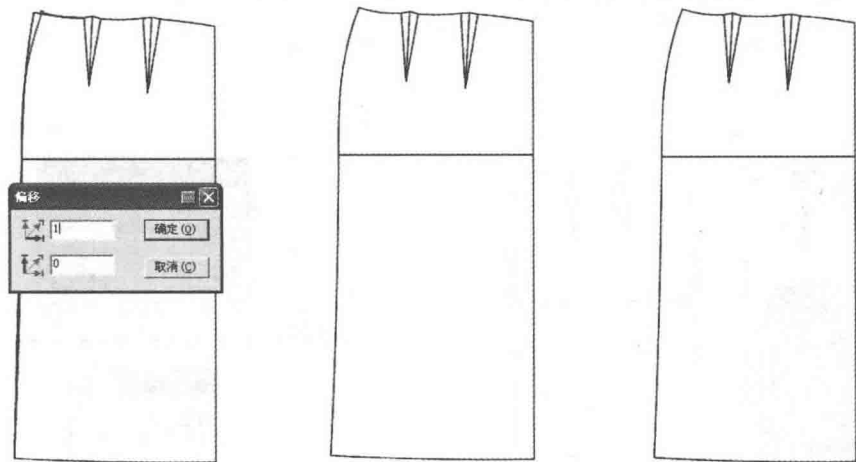

图6-13 调整后片侧缝线
③选择【调整】工具框选后片腰围线侧缝端点部分，按【Enter】键输入横向 1cm 确认即可。因为后片腰围量是 20.5cm（计算公式： $\frac{\text{腰围 } 68\text{cm}}{4} - \text{互借量 } 0.5\text{cm} + \text{省量 } 4\text{cm}$ ），所以要减少 1 cm；并用【调整】工具调顺后片侧缝线（图 6-13）。